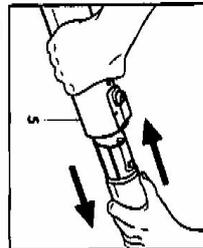

Abb. 12
- das Steckteil des einen in das Aufnahmefeld des anderen zu stecken und beide über den roten Hebel zu blockieren (Abb. 12);